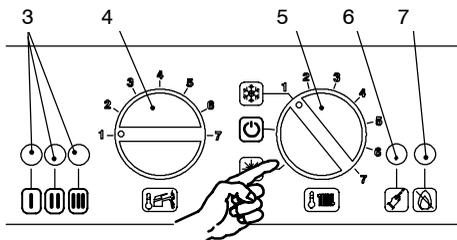
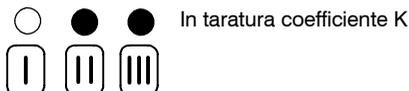
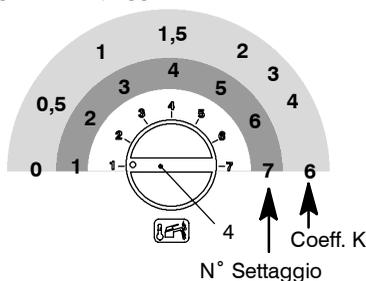
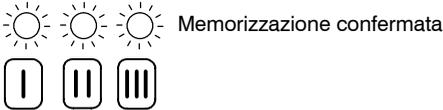

fig. 5.22
fig. 5.23
fig. 5.25
fig. 5.26
- 1 Alimentate elettricamente la caldaia azionando l'interruttore bipolare previsto nella installazione; la lampada di segnalazione 3 in fig. 5.22 lampeggia ogni 4 secondi.
- 2 Posizionare il selettore 5 come indicato in fig. 5.22; la lampada di segnalazione 3 lampeggia ad intermittenza circa ogni 2 secondi.
- 3 Tenere premuto il pulsante di ripristino 6 in fig. 5.22 per circa 10 secondi, la lampada di blocco 7 in fig. 5.22 inizierà a lampeggiare.
- 4 Per tarare il coefficiente *K* le spie di segnalazione 3 in fig. 5.22 devono essere visualizzate come in fig. 5.23 (legenda spie fig. 5.24)
- 5 Se non si visualizza questa sequenza premere il pulsante di ripristino 6 in fig. 5.22 tante volte fino alla visualizzazione (5 volte).
- 6 Per visualizzare il settaggio impostato tenere premuto il pulsante di ripristino 6 in fig. 5.22 per circa 5 secondi. Le spie di segnalazione 3 in fig. 5.22 lampeggeranno un numero di volte pari al settaggio (fig. 5.25)
- 7 Per cambiare il settaggio ruotare la manopola regolazione temperatura sanitari 4 in fig. 5.22 e posizionarla nel valore di *K* desiderato (fig. 5.25 (nella figura es. manopola settata per **K1,5**), la lampada di segnalazione blocco 7 in fig. 5.22 lampeggia velocemente.
8 Per memorizzare il settaggio premere il pulsante di ripristino 6 in fig. 5.22 per circa 5 secondi, le spie di segnalazione 3 in fig. 5.22 lampeggiano tutte quante simultaneamente come in fig. 5.26 (legenda spie fig. 5.24)
9 Posizionare il selettore 5 come indicato in fig. 5.26 per uscire dalla programmazione.